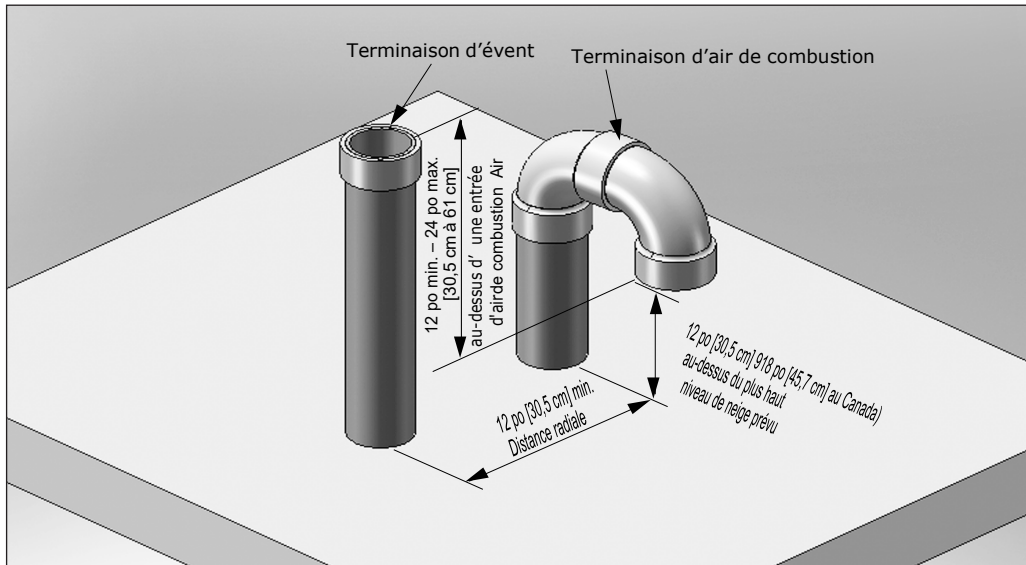

Fig. 1 - Ventilation directe - Terminaison verticale de la tuyauterie de ventilation et d'air de combustion.
2. La tuyauterie d'air de combustion doit être terminée en forme de « U » à l'envers, comme l'illustre la Fig. 1 en page 12. La terminaison doit être située à 12 po [30,5 cm] (18 po [45,7 cm] au Canada) au-dessus du niveau de neige prévu le plus élevé.
3. La tuyauterie de ventilation doit être terminée à la verticale avec un raccord qui accepte une grille aviaire, et elle doit être située de 12 po à 24 po [30,5 cm à 61 cm] au-dessus de l'entrée d'air de combustion, comme illustré à la Fig. 1 en page 12.
4. Les terminaisons d'air de ventilation et d'air de combustion doivent être localisées à une distance radiale de 12 po à 24 po [30,5 cm à 61 cm] de la ligne centrale de la terminaison de ventilation, comme illustré à la Fig. 1 en page 12.
3. Localisez le tuyau d'évent et le tuyau d'air de combustion de manière à créer les dégagements décrits à la Fig. 1 en page 12.
2. La tuyauterie d'air de combustion doit être terminée en forme de « U » à l'envers, à l'aide de deux coudes de 90°, comme l'illustre la Fig. 1 en page 12.
3. La tuyauterie d'évent doit se terminer à la verticale avec un raccord, comme illustré à la Fig. 1 en page 12.
**N'allongez pas le tuyau d'évent au-dessus du toit, au-delà des dimensions illustrées à la Fig. 1 en page 12. L'exposition prolongée du tuyau d'évent pourrait causer le gel du condensat et bloquer le tuyau d'évent, entraînant des dommages matériels substantiels, des blessures graves ou la mort.**